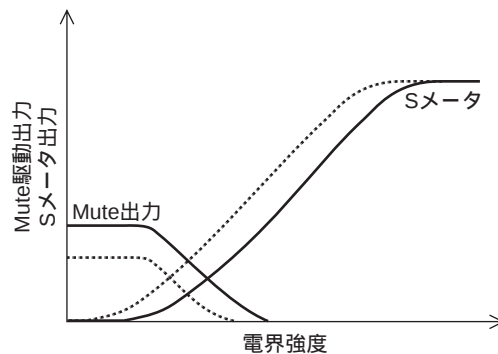

図25 R31可変時
- ・ 31ピン (Sメータシフト) 外付け抵抗値による、Sメータの電界強度方向シフト (図25)。